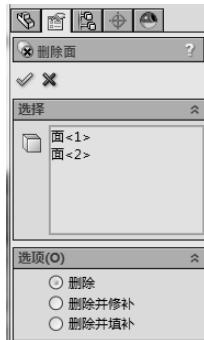

图 6-146 设置删除面属性
- [2] 设置删除面属性，在“选择”下的要删除的面  中选择图形“面<1>”、“面<2>”，选择“删除”，如图 6-146 所示。